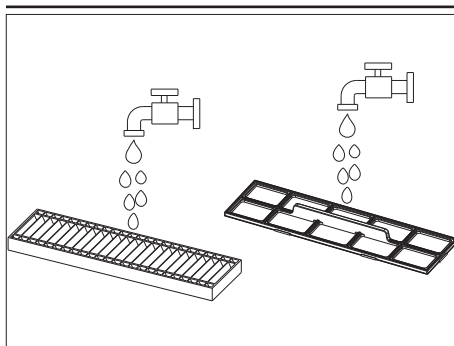

Afb. 18 – Stofreservoir openen / filter verwijderen
- ▶ Verwijder het stoffilter voor de reiniging met water (**blz. Afb. 18**).
- ▶ Plaats de filters terug in de juiste volgorde (**blz. Afb. 18**).